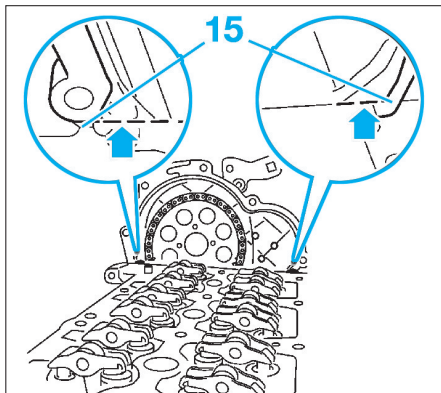

FIG. 74
- Découper avec précaution le joint d'étanchéité (15) du carter de distribution (flèches) à fleur avec la culasse (Fig.74).